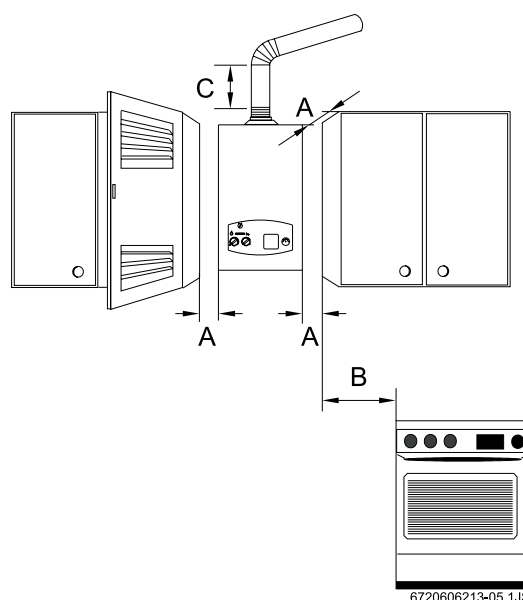

Fig. 7 Distanze minime
- ▶ Per facilitare l'accesso all'apparecchio e per ogni tipo di intervento di manutenzione, prevedere una distanza minima secondo le indicazioni riportate nella Fig. 7.